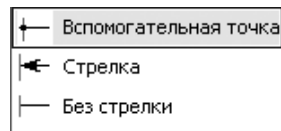

Рис. 6.12. Раскрывающийся список **Стрелка** на **Панели свойств: Обозначение позиций** с открытой вкладкой **Параметры**
- раскрывающийся список **Стрелка**, позволяющий выбрать тип стрелки для линии-выноски, выносной надписи или марки/позиционного обозначения (рис. 6.12);